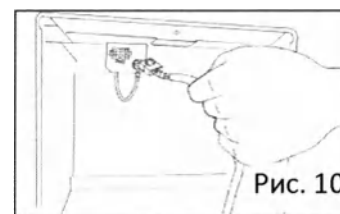

Рис. 10
5. Снимите колпачок коннектора. Затем присоедините коннектор питания регистратора к коннектору на боковой стороне аппарата (Рис. 10).